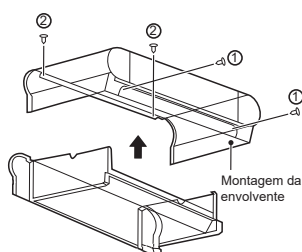

Figura 4-6 Extração da envolvente
- Como mostrado na Figura 4-6, retire os parafusos ① * 2 e ② * 2 e, em seguida, a envolvente.